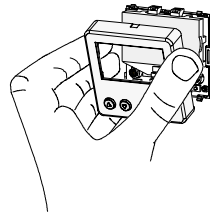

Bild 6a: Variante 1
- Entfernen Sie die Blende wie in Bild 6a oder Bild 6b beschrieben.
Abnehmen der Blende (Bild 6a und 6b)